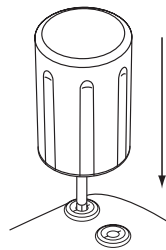

Figure 5. Insertion du tournevis dynamométrique
- c. Introduire soigneusement l'embout du tournevis dynamométrique dans la vis de fixation en l'enfilant au centre, dans le creux pré-fendu du bouchon d'étanchéité à un angle de 90° (Figure 5 en page 78). Ceci permettra d'ouvrir le bouchon d'étanchéité et de relâcher la pression qui pourrait s'être accumulée au niveau du port de la sonde en ouvrant un passage pour l'expulsion du liquide ou de l'air qui y serait piégé.